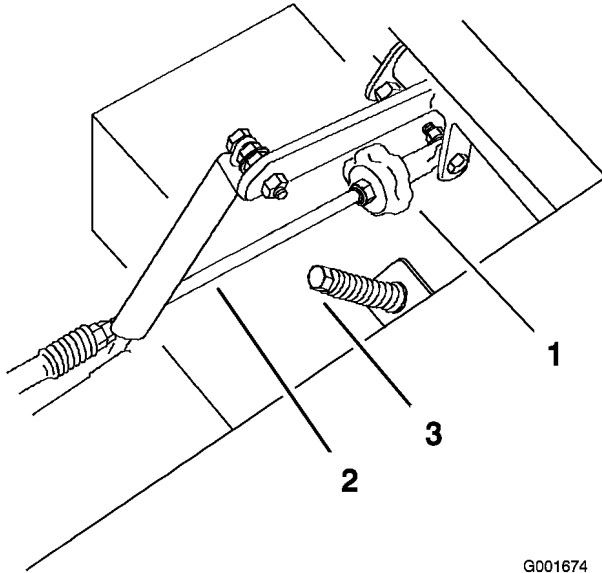

Figura 58
2. Ajuste la longitud de la varilla de la bomba girando el pomo, en el sentido apropiado, hasta que la rueda quede estacionaria o se mueva muy lentamente en marcha atrás (Figura 58).